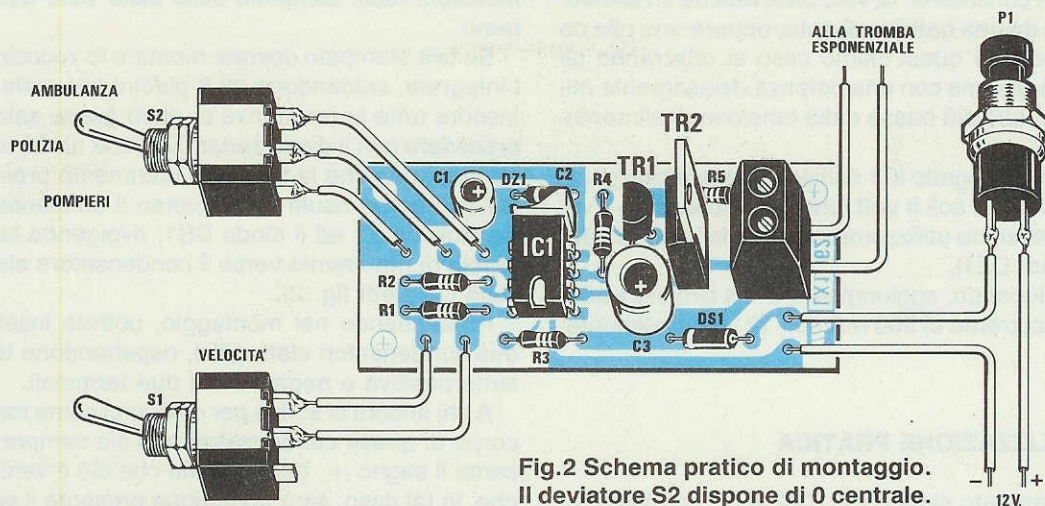

Fig.2 Schema pratico di montaggio. Il deviatore S2 dispone di 0 centrale.
Su tale stampato dovreste montare lo zoccolo per l'integrato, saldandone gli 8 piedini alle piste, poi inserire tutte le resistenze e, dopo averle saldate, procedere con il diodo zener DZ1, che andrà orientato in modo che la **fascia** di riferimento presente sul suo corpo risulti rivolta verso il condensatore elettrolitico C1 ed il diodo DS1, rivolgendo la sua **fascia** di riferimento verso il condensatore elettrolitico C3 (vedi fig. 2).
Tutti i componenti necessari per la realizzazione del progetto, cioè circuito stampato, integrato, transistor, deviatori, pulsanti (vedi fig.2), **ESCLUSA** la sola tromba esponenziale ..... L.11.000
Il primo NE.555 siglato **IC2/A** è l'oscillatore **astabile**, che fornirà sul suo piedino d'uscita 5 degli impulsi **negativi** strettissimi (vedi fig. 2), che utilizzeremo per pilotare il multivibratore **monostabile** siglato **IC2/B**.
**Fig.2** Dal piedino d'uscita 5 dell'integrato siglato IC2/A utilizzato come oscillatore astabile (vedi fig.6), usciranno degli impulsi negativi strettissimi, che andranno utilizzati per pilotare il piedino 8 del monostabile siglato IC2/B. Questi due integrati sono contenuti all'interno di un NE.556.